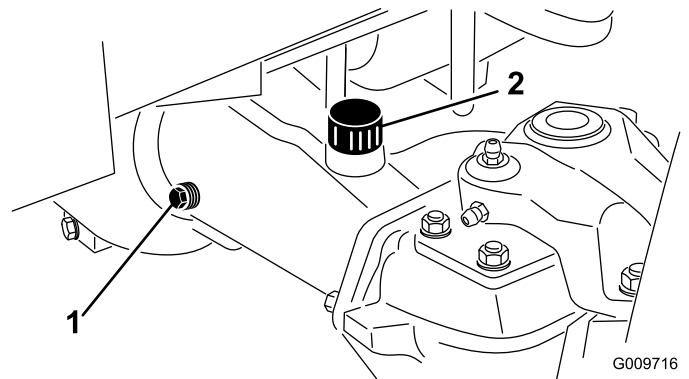

Figura 44
2. Retire o tampão de verificação que se encontra numa das extremidades do eixo (Figura 44) e certifique-se de que existe lubrificante até ao fundo do orifício. Se o nível estiver baixo, retire o tampão de enchimento (Figura 44) e adicione lubrificante suficiente para o